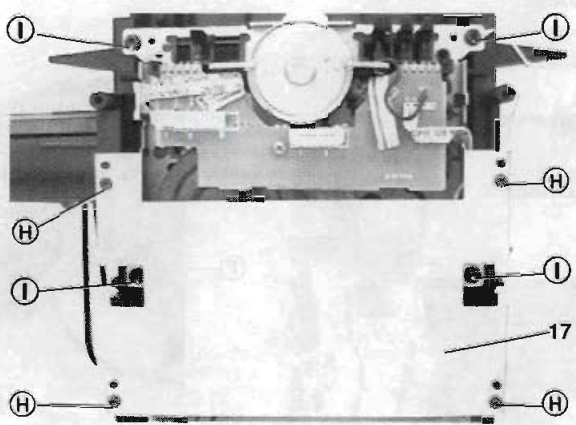

Abb. 8 Fig. 8
4. **Laufwerk ausbauen**, Abb. 8
- 4 Schrauben (H) herausdrehen und unteres Montageblech 17 abnehmen.
- 4 Schrauben (I) herausdrehen.
4. **Removing the tape deck** Fig. 8
- Undo 4 screw (H) and remove the bottom mounting plate 17.
- Undo 4 screws (I).